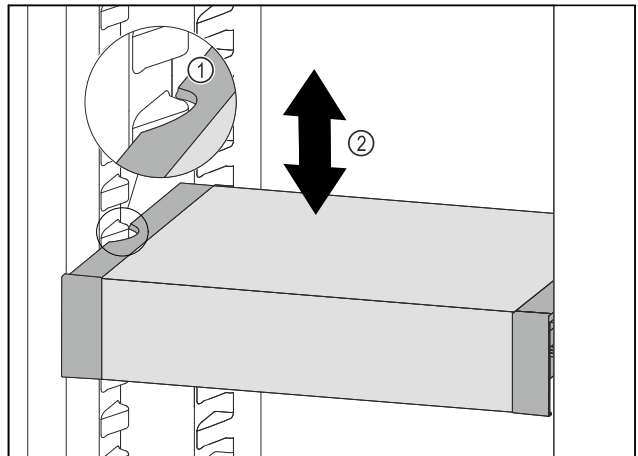

Fig. 146
- Tirer le VarioSafe vers l'avant jusqu'à ce que les encoches latérales du VarioSafe soient à la hauteur de la nervure du bac dans la partie réfrigérateur. Fig. 146 (1)
- Déplacer le VarioSafe vers le haut ou vers le bas dans la partie réfrigérateur jusqu'à ce que la hauteur souhaitée soit atteinte. Fig. 146 (2)